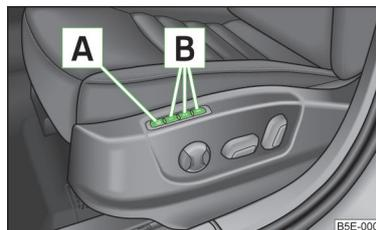

Abb. 50
Die Memory-Funktion für den Fahrersitz bietet die Möglichkeit, die Fahrersitz- und Außenspiegelposition zu speichern. Jeder der drei Speichertasten **B** » **Abb. 50** kann eine Einstellposition zugeordnet werden.
- › Die Taste **SET** **A** » **Abb. 50** drücken.
- › Die gewünschte Speichertaste **B** » **Abb. 50** drücken.
- › **Kurz** die gewünschte Speichertaste **B** » **Abb. 50** bei ausgeschalteter Zündung und geöffneter Fahrertür drücken.
- › Eine beliebige Speichertaste **[B]** » Abb. 50 auf Seite 76 drücken und gedrückt halten. Nachdem der Sitz die unter der betreffenden Taste gespeicherte Position eingenommen hat, gleichzeitig die Taste **[A]** auf dem Funkschlüssel innerhalb von 10 Sekunden drücken.
- › Die **[SET]**-Taste **[A]** » Abb. 50 auf Seite 76 drücken und gedrückt halten. Gleichzeitig die Taste **[A]** auf dem Funkschlüssel innerhalb von 10 Sekunden drücken.